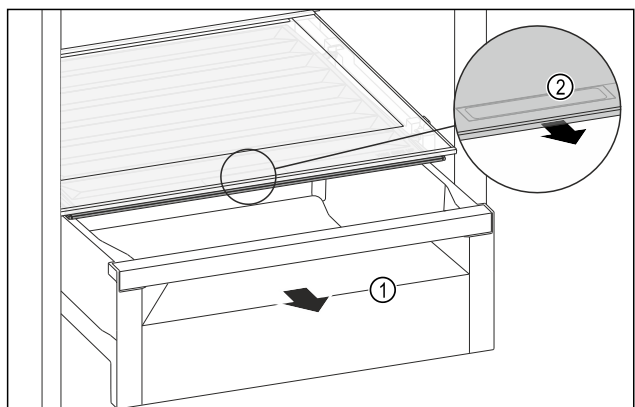

Fig. 145
- Изтеглете чекмеджето Fig. 145 (1).
- Хванете вдлъбнатия захват Fig. 145 (2) на капака на отделението и едновременно с това издърпайте напред капака на отделението.